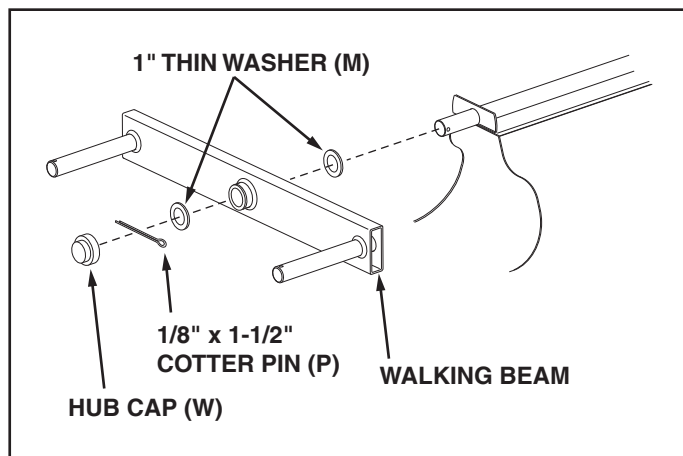

FIGURE 11
20. Assemble a 1" thin washer (M), a walking beam and another 1" thin washer (M) onto the pivot axle. Insert a cotter pin (P) into the axle and spread the ends. Press a hub cap (W) onto the flat washer. Repeat on the other end of the pivot axle. See figure 11.
20. Monter une rondelle mince de 1 po (M), une poutre oscillante (14) et une autre rondelle mince de 1 po (M) sur le pivot de l'essieu (11). Mettre une goupille fendue (P) dans l'essieu et écarter ses extrémités. Enfoncer un enjoliveur (W) sur la rondelle plate. Répéter l'opération sur le pivot à l'autre extrémité de l'essieu. Voir la figure 11.